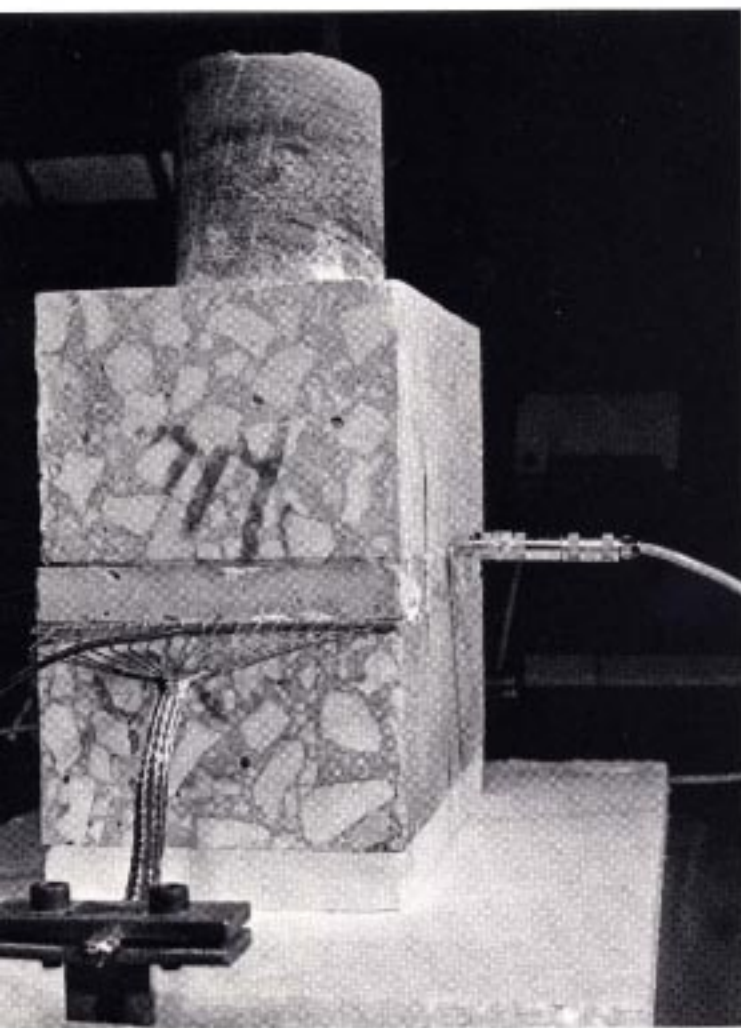

Figura 5 - Misura della propagazione del calore in calcestruzzo
- Figura 5 Dispositivi per misurare la propagazione del calore in masse cementizie.